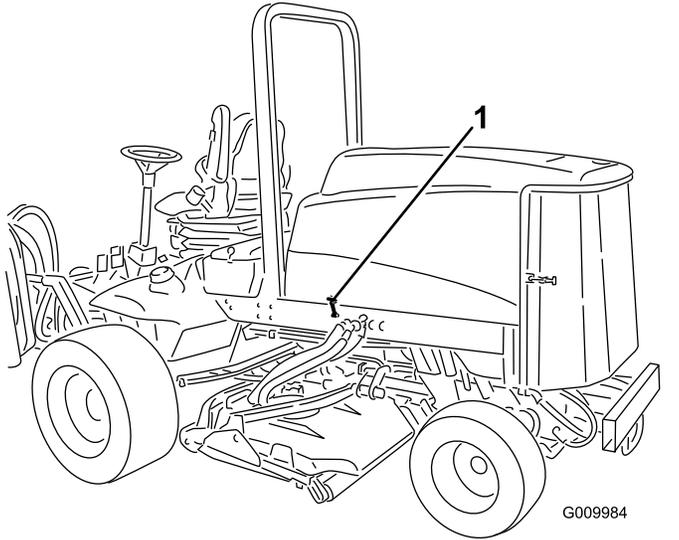

Bild 22
1. Lösen Sie die Haubenriegel (Bild 22) und schwenken die Haube nach oben.